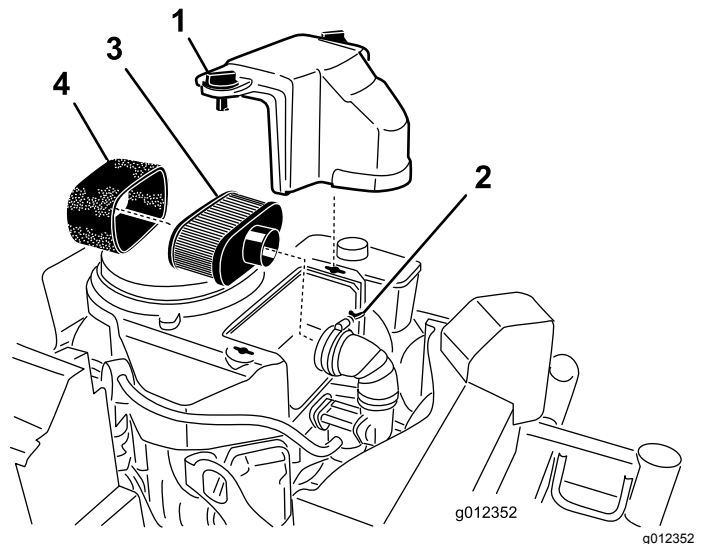

Figura 35
2. Limpie alrededor del limpiador de aire de forma que la suciedad no penetre en el motor y cause daños (Figura 35).
3. Gire los botones de la tapa $\frac{1}{4}$ en sentido antihorario y retire la tapa del limpiador de aire (Figura 35).
4. Gire el tornillo de mariposa de la abrazadera en sentido antihorario hasta que pueda separar el conjunto del limpiador de aire del conducto de entrada (Figura 35).
1. Separe cuidadosamente el filtro de espuma del filtro de papel (Figura 35).
2. Inspeccione ambos elementos en busca de roturas, una película aceitosa u otros daños (Figura 35).
5. Monte el elemento de espuma sobre el elemento de papel (Figura 35).
6. Instale los elementos del limpiador de aire en el conducto de admisión del motor (Figura 35).
7. Gire el tornillo de mariposa de la abrazadera en sentido horario (Figura 35).
2. Coloque el elemento de espuma sobre el elemento de papel nuevo (Figura 35).
3. Instale los elementos del limpiador de aire en el conducto de admisión del motor (Figura 35).
4. Gire el tornillo de mariposa de la abrazadera en sentido horario (Figura 35).